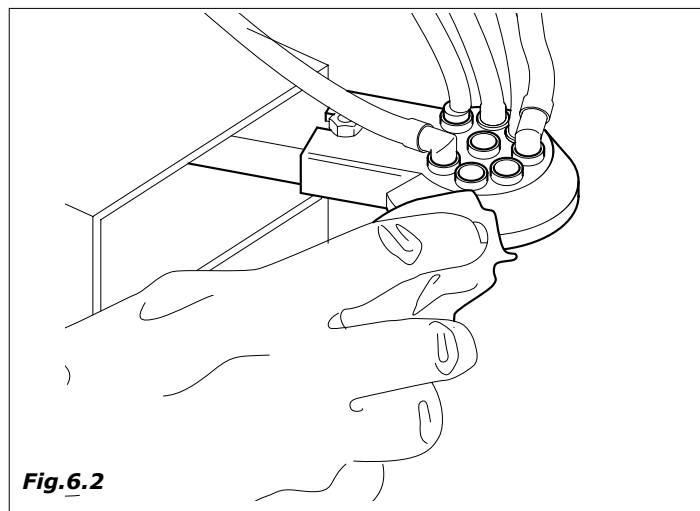

Fig.6.2
- limpiar todas las partes visibles de la zona de recepción de vasos (Fig.6.1 e Fig.6.2)